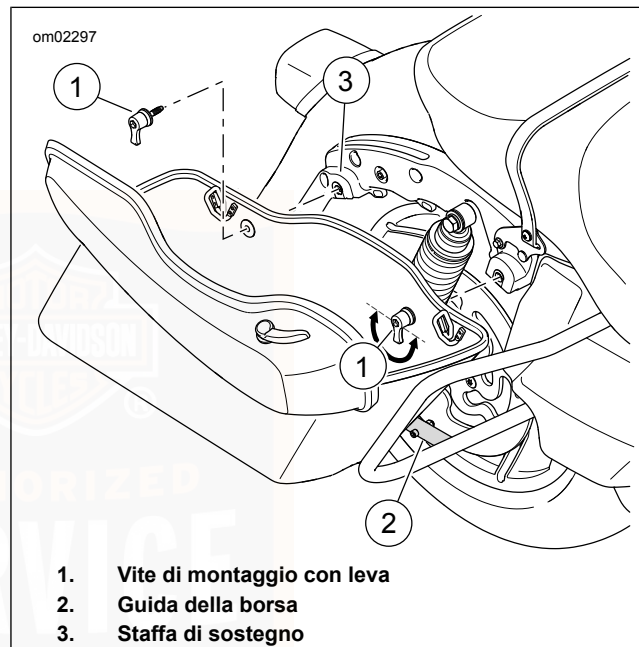

Figura 57. Rimozione/installazione della borsa
2. Vedere Figura 57. Girare le leve della vite di montaggio in senso orario per rimuovere le viti di montaggio dalla staffa di sostegno.
1. Vedere Figura 57. Posizionare con cura la borsa sulla sua guida. Allineare gli occhielli di montaggio ai fermi della staffa di sostegno.